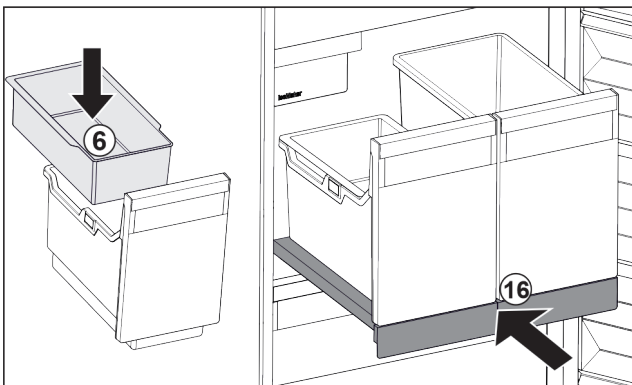

Fig. 87
- ▶ Inhangschaal Fig. 87 (6) voor ijsblokjes aanbrengen.
- ▶ Uitschuifplateau met bak (IceTower) er inschuiven. Fig. 87 (16)